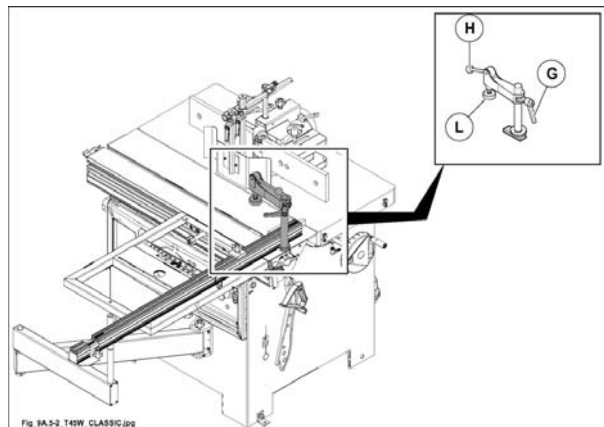

Fig. 9.5-2
- Agire sulla maniglia (G fig. 9.5-2) per regolare l'altezza del piedino.
- Con la leva (H fig. 9.5-2) far scendere il piedino (L fig. 9.5-2) per serrare il pezzo da lavorare.